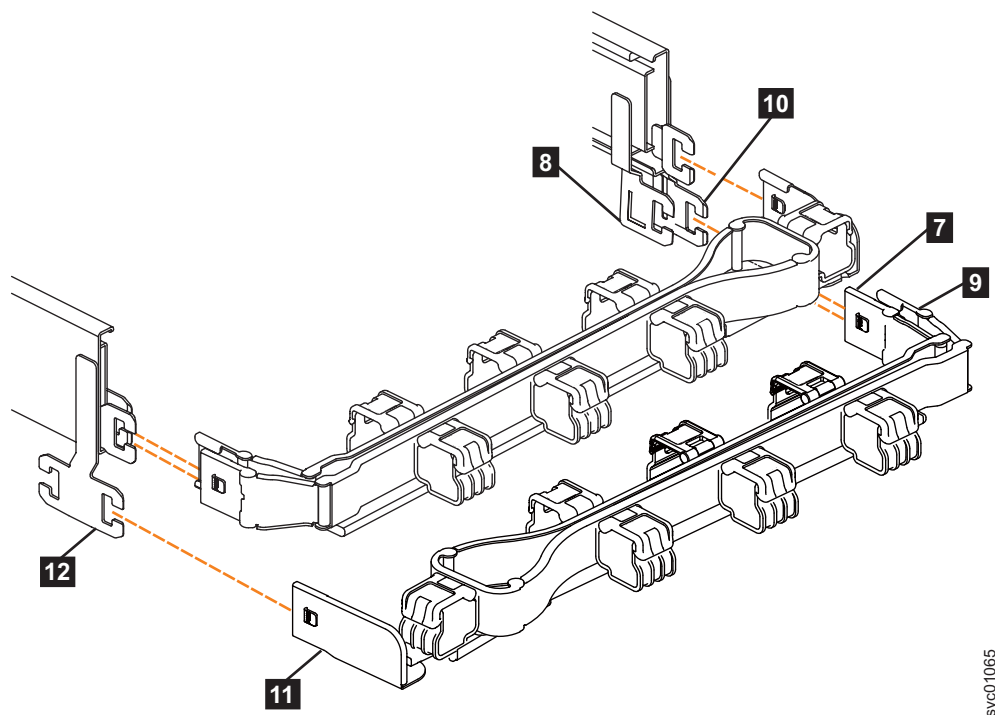

図 67. CMA アセンブリーのコンポーネントの位置の比較
注: 下部 CMA アセンブリーの取り付け手順は、上部 CMA アセンブリーの取り付け手順と同じです。ただし、コネクターの位置が逆になります。比較のために、サポート・レールに位置合わせした上部および下部の CMA アセンブリーを 83 ページの図 67 に示します。上部 CMA のサポート・レール・コネクタは右レールに取り付けます。下部 CMA のサポート・レール・コネクタ **11** は左レールに取り付けます。
5. 図 67 に示すように、下部 CMA アセンブリーの内部コネクタ (**7**) を、右サポート・レールの内部メンバー (**8**) に取り付けます。
6. 図 67 に示すように、下部 CMA アセンブリーの外部コネクタ (**9**) を、右サポート・レールの外部メンバー (**10**) に取り付けます。
7. 図 67 に示すように、下部 CMA アセンブリーのサポート・レール・コネクタ (**11**) を、左サポート・レールのコネクタ (**12**) に取り付けます。下部 CMA アセンブリーが、サポート・レールの端にあるフックにしっかりと取り付けられたことを確認します。